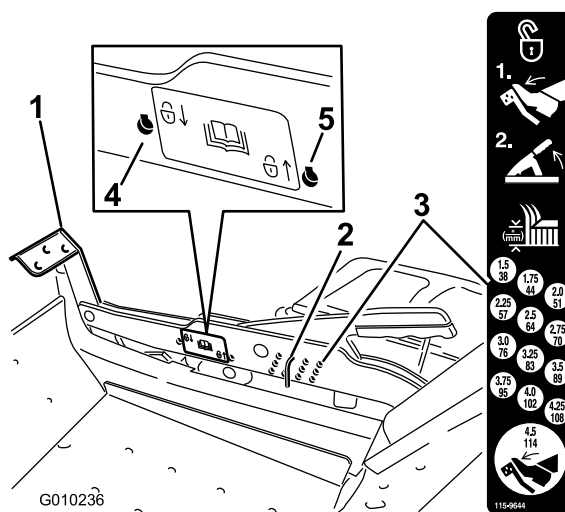

Figura 27
1. Empurre o pedal de elevação da plataforma com o pé e eleve a plataforma de corte para a posição de transporte (também na posição de altura de corte de 114 mm) (Figura 27).
2. Para ajustar, remova o pino do suporte da altura de corte (Figura 27).
3. Seleccione um orifício no sistema da altura de corte que corresponda à altura de corte desejada e insira o pino (Figura 27).
2. Remova o pino do suporte da altura de corte (Figura 27).
3. Seleccione o furo mais em baixo no autocolante de bloqueio e insira o pino (Figura 27).
4. Seleccione o furo mais acima no autocolante de bloqueio e insira o pino (Figura 27).